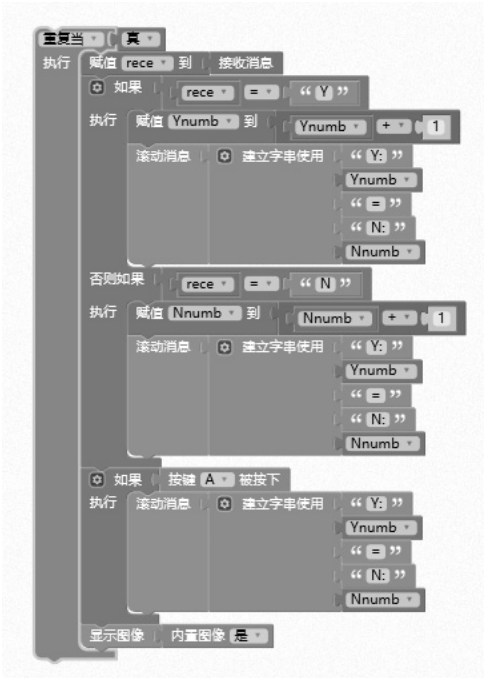

图 7-13 建立无限循环
③ 建立无限循环，在循环内接收消息并赋值给 rece。然后对 rece 进行分析，如果 rece 是'Y'，那么 Ynumb 加 1，同时“滚动显示”Y 的值和 N 的值；如果 rece 是'N'，那么 Nnumb 加 1，同时“滚动显示”Y 的值和 N 的值。如果按键 A 被按下，则查看当前统计状态，“滚动显示”Y 的值和 N 的值。如果没收到消息，也没按下按键 A，则正常显示内置图像“是”，如图 7-13 所示。